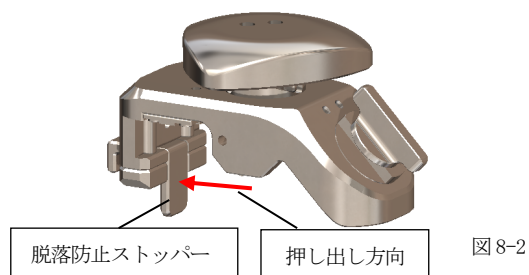

図 8-2
- (1)-2 脱落防止ストッパーを外側へ押し出してください。(図 8-2)